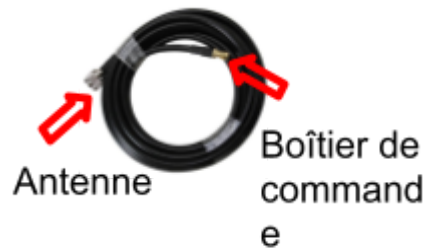

Figure 62.
12. Raccordez le câble d'antenne à la prise « Antenne » située sur le côté gauche du boîtier de commande (voir la figure 62 pour les points de raccordement).